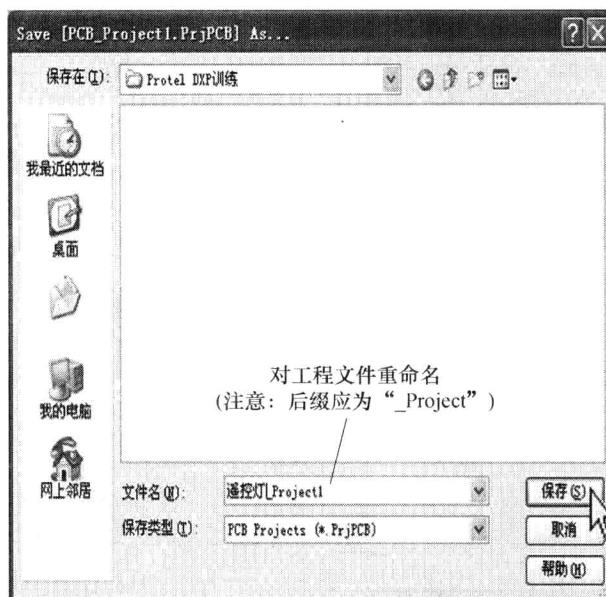
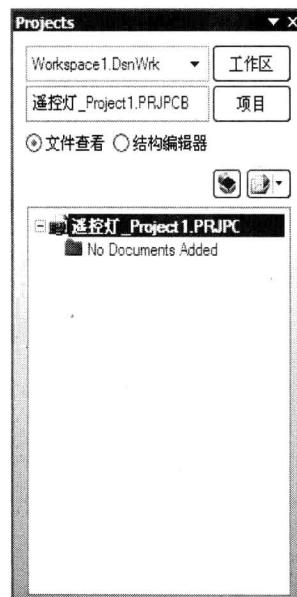

图1-16 重命名工程文件
图1-17 更名后的工程文件
(4) 根据需要，在图 1-16 所示界面中对文件重命名（这里命名为“遥控灯”），再单击“保存”，可以看见 Projects 面板中新建的工程文件更名为“遥控灯_Project1”，如图 1-17 所示。